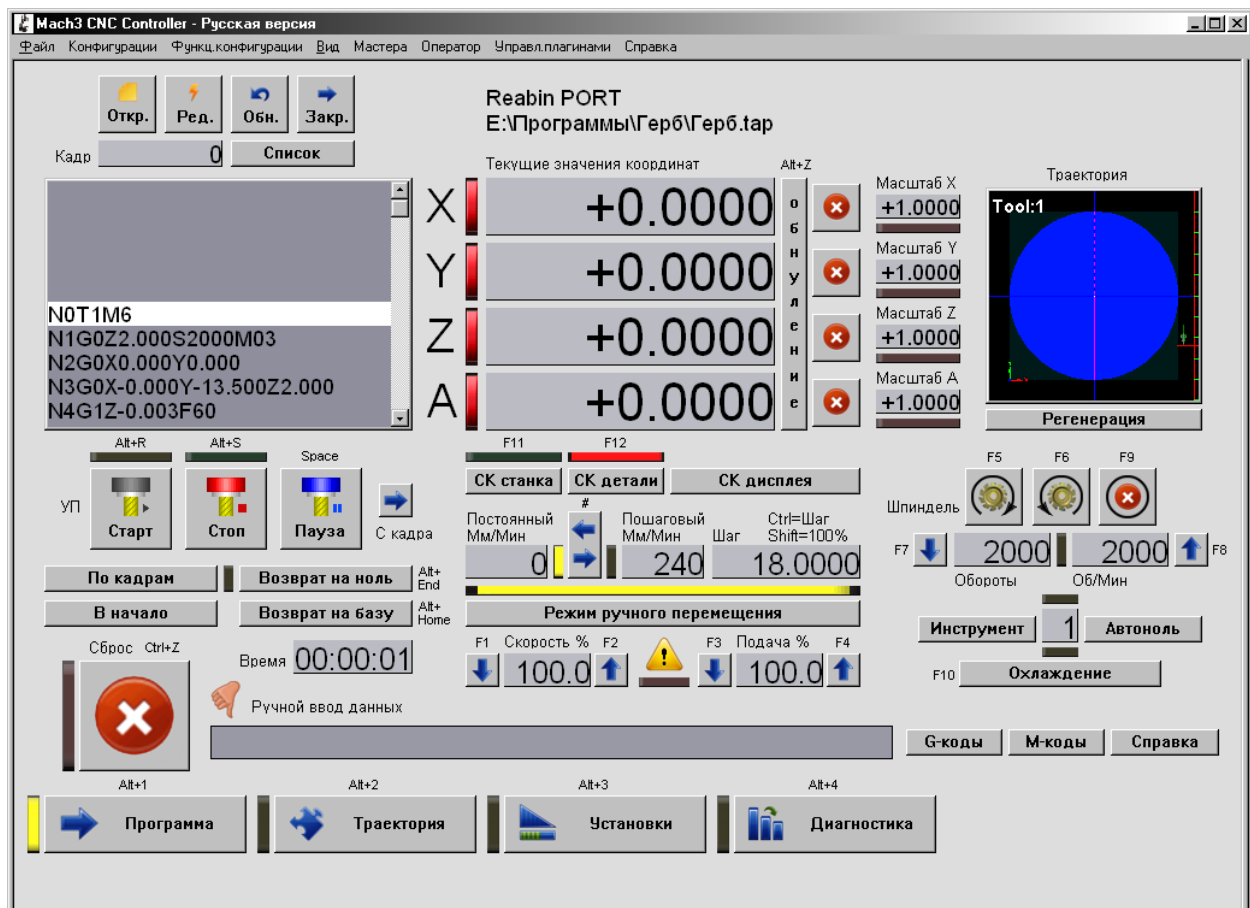

**Рис. 36.** Окно выбора профиля.
1. Дважды щёлкнуть левой кнопкой мыши по значку **Mach3Loader** на рабочем столе. Появится окно выбора профиля (Рис. 36). Выбрать профиль **Reabin PORT**, нажать **OK**.